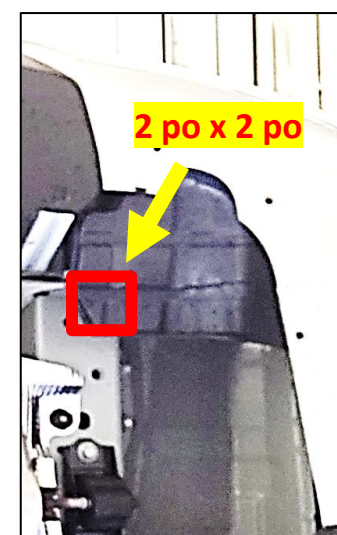

Figure 3
- 2. Panneaux de garniture:** À l'aide d'un ruban à mesurer et d'un marqueur, tracer un carré de 2 x 2 po sur le coin intérieur du panneau sous le véhicule, des deux côtés. À l'aide d'une meule à rectifier, retirer le coin 2 x 2 po des deux côtés, voir la **Figure 2** et la **Figure 3**.